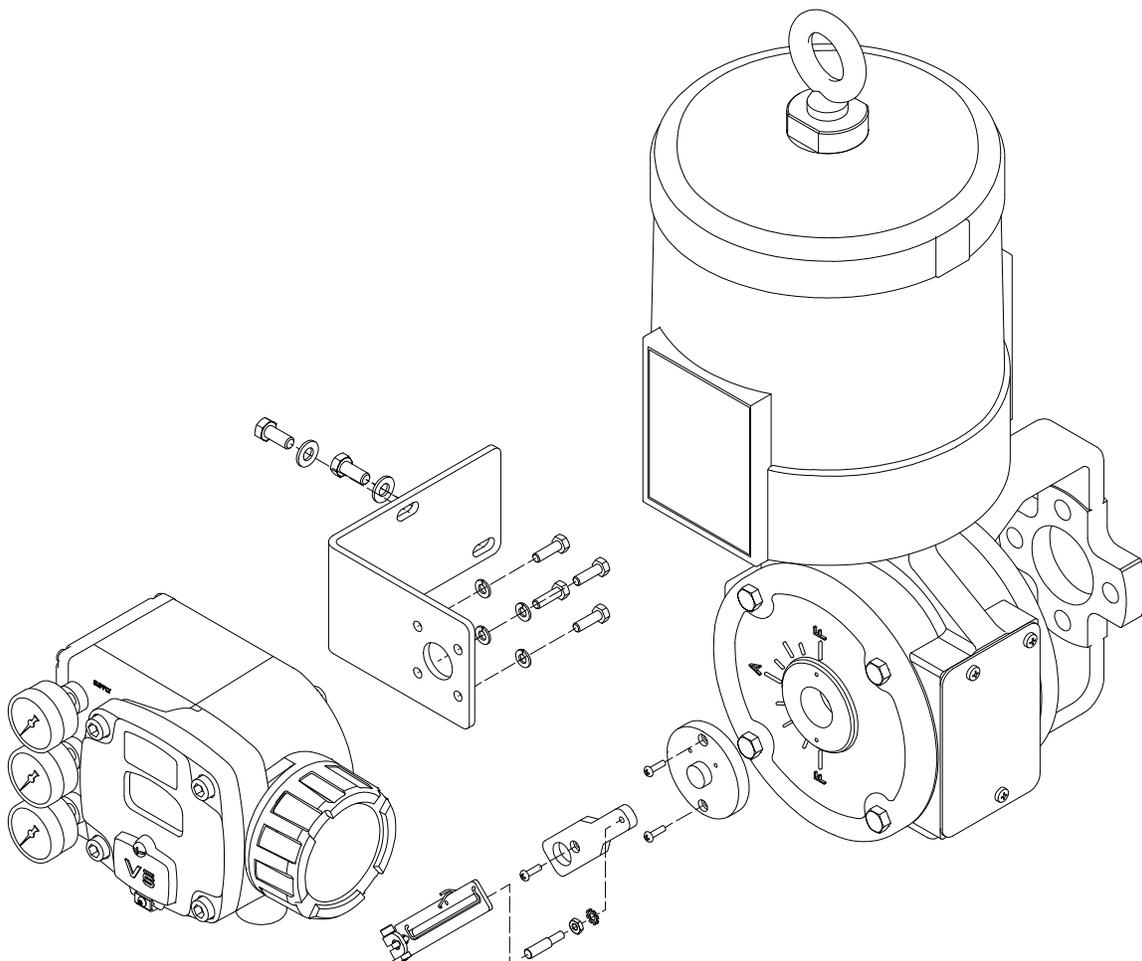

Figura 9 – Montagem do posicionador Chronos nos atuadores rotativos das válvulas BxL e VxL (configuração ar-para-fechar / falha-abre)
- Instale o posicionador no suporte em “L”, que é fixado na caixa de transferência do atuador (vide Figura 9), apertando os quatro parafusos que fixam o posicionador no suporte. Não se esqueça de utilizar as quatro arruelas de pressão.